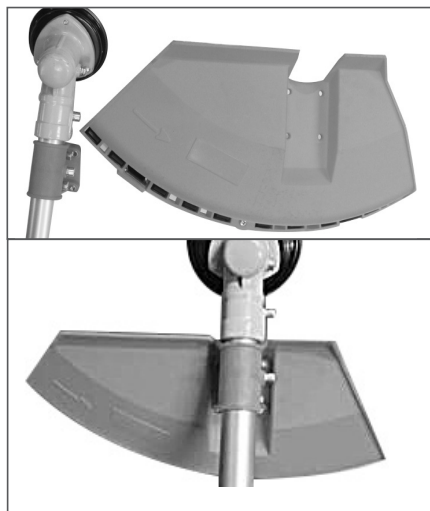

Рис. 2 Установка защитного кожуха
Установите на штангу защитный кожух и зафиксируйте его болтами (Рис.2).
*Перед первым использованием триммера с триммерной головкой необходимо удалить защитный чехол (при его наличии) с ножа (Рис. 2 для обрезки корда. Нож размещен на внутренней стороне защитного кожуха.*